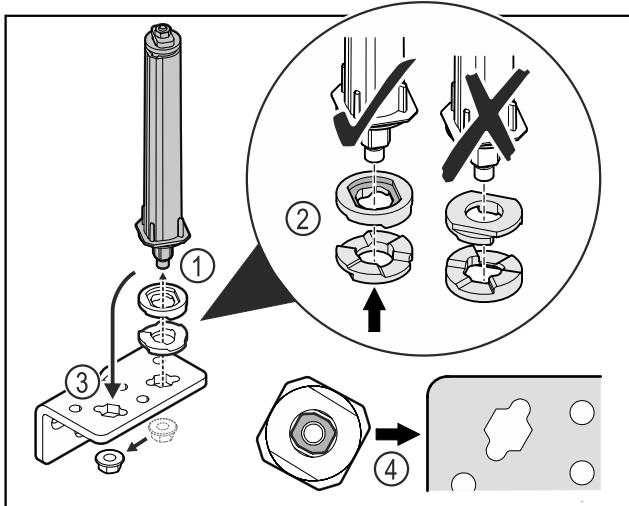

Fig. 40
- Atlaisvinkite veržlę ir pašalinkite durų uždarymo sistemą Fig. 40 (1).
- Atkreipkite dėmesį į tai, kad aukščio reguliavimo poveržlės būtų tinkamai išlygiuotos Fig. 40 (2).
- Perkelkite durų uždarymo sistemą šarnyriniame kampuotyje ir užfiksuojite veržlę Fig. 40 (3).
- Įstatydami atkreipkite dėmesį į tai, kad durų uždarymo sistema būtų tinkamai išlygiuota Fig. 40 (4).